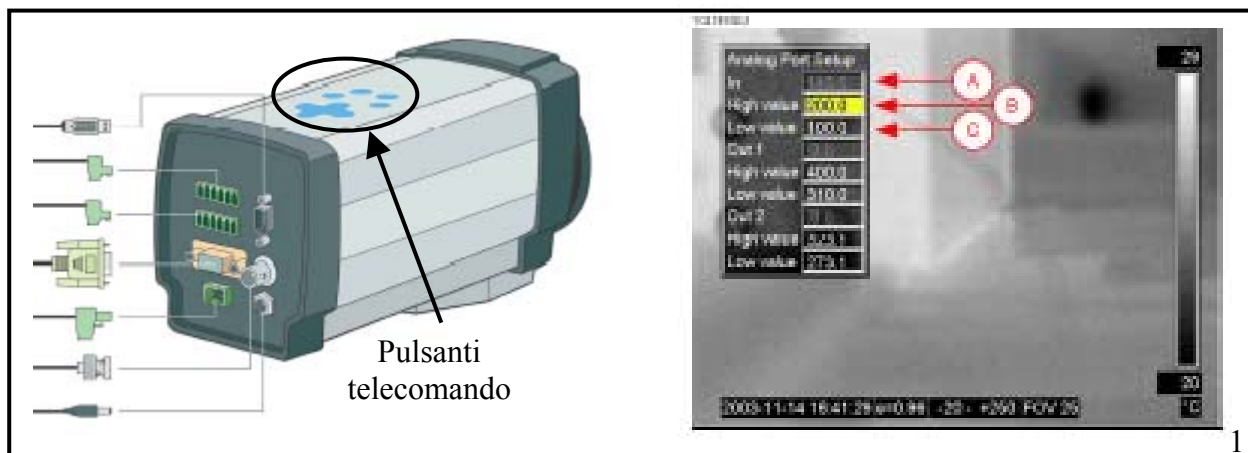

Figura 1. Settaggio parametri mediante la tastiera integrata sul dorso della telecamera Flir A 40 M.
- Mediante la tastiera integrata sul dorso della telecamera ed una connessione analogica a video per seguire le operazioni da compiere come evidenziato in figura 1.